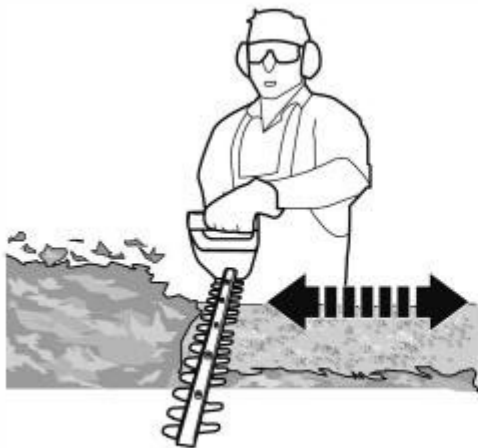

Fig. 7
8. Cięcie wykonuj etapami, by uzyskać lepszy efekt, zamiast próbować przeciąć wszystko jednym ruchem, szczególnie jeśli obszar jest długi (Rys. 7 / Fig. 7). Mniejsze odcięte gałęzie łatwiej poddać kompostowaniu.